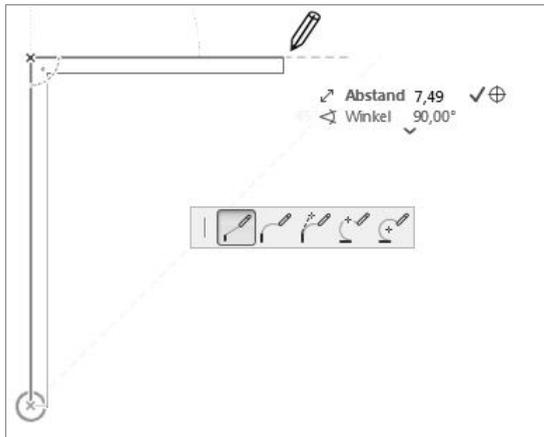

Abb. 1.32: Erste Wand fertig, zweite Wand weitergezeichnet mit TRACKER-Eingabe für Länge
Es erscheint vorgabemäßig für die Eingabe des Endpunkts nun auch der TRACKER als Feld mit blauen Texten zur Vereinfachung der Koordinateneingabe. In das fett hervorgehobene erste TRACKER-Feld ABSTAND können Sie nun direkt über die Tastatur die Länge der Wand eingeben (**7,99**) ⑤. Mit der Taste  könnten Sie zum nächsten TRACKER-Feld wechseln, mit  beenden Sie die Eingabe. Anstelle der -Taste können Sie auch auf das Häkchen rechts neben der Zahl klicken, um die Eingabe zu akzeptieren. Damit haben Sie das erste Wandstück erstellt (Abbildung 1.32).